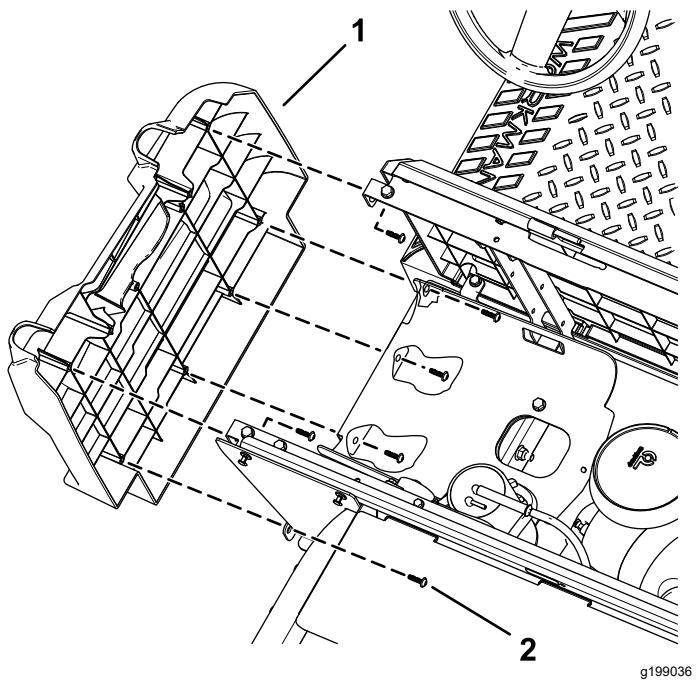

Figura 9
4. Retire os 6 parafusos de cabeça torx (M6.0 x 22 mm) do painel lateral esquerdo e retire o painel lateral (Figura 9).